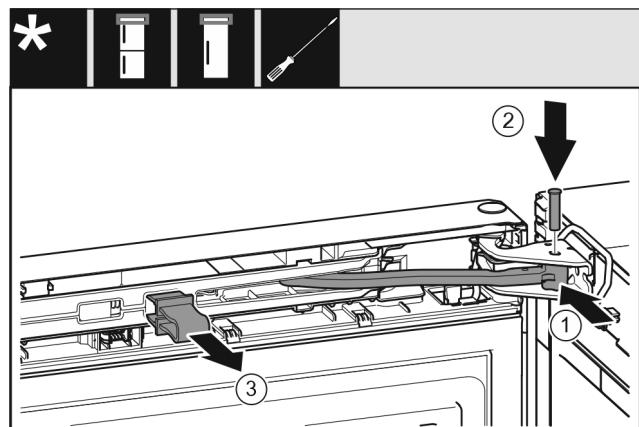

Fig. 38
- Gelenk Fig. 38 (1) in Lagerbock drehen.
- Bolzen Fig. 38 (2) in Lagerbock und Gelenk einsetzen. Dabei darauf achten, dass der Rastnocken korrekt in der Nut sitzt.
- Sicherung Fig. 38 (3) abnehmen.